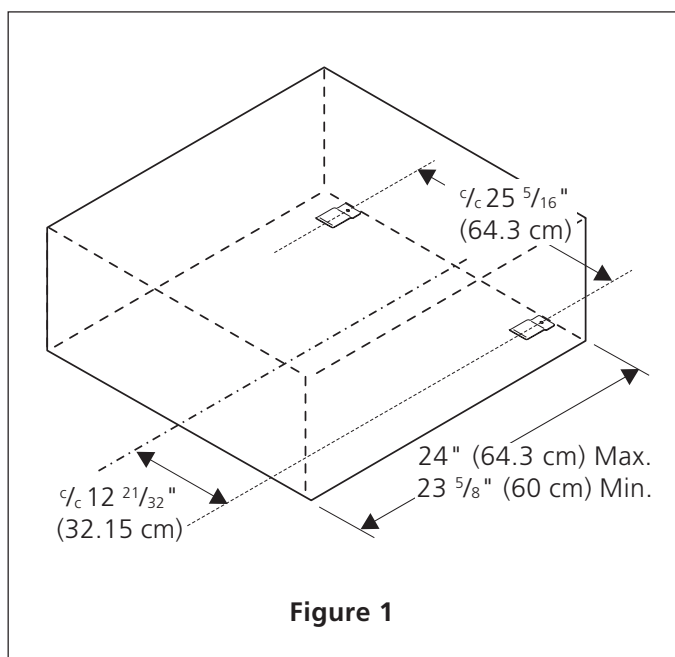

Figure 1
1. Localisez les supports anti-basculés tel qu'indiqué à la figure 1.